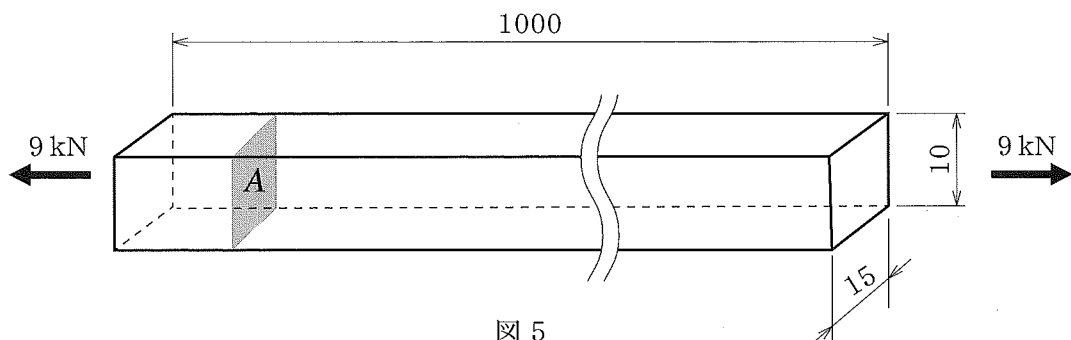

図5
- (1) 主軸の回転速度を $N=230\text{min}^{-1}$ (rpm) にしたとき、材料の外周部の周速度 v は何 m/min になるか。
- (2) 周速度 v を $32\text{m}/\text{min}$ にしたいとき、回転速度 N は何 min^{-1} (rpm) にすればよいか。また、このときの角速度 ω は何 rad/s になるか。
- 6 図5のように、厚さ $t=10\text{mm}$ 、幅 $b=15\text{mm}$ 、長さ $l=1000\text{mm}$ の鋼材に、引張荷重 $W=9\text{kN}$ が作用しているとき、次の各問に答えなさい。